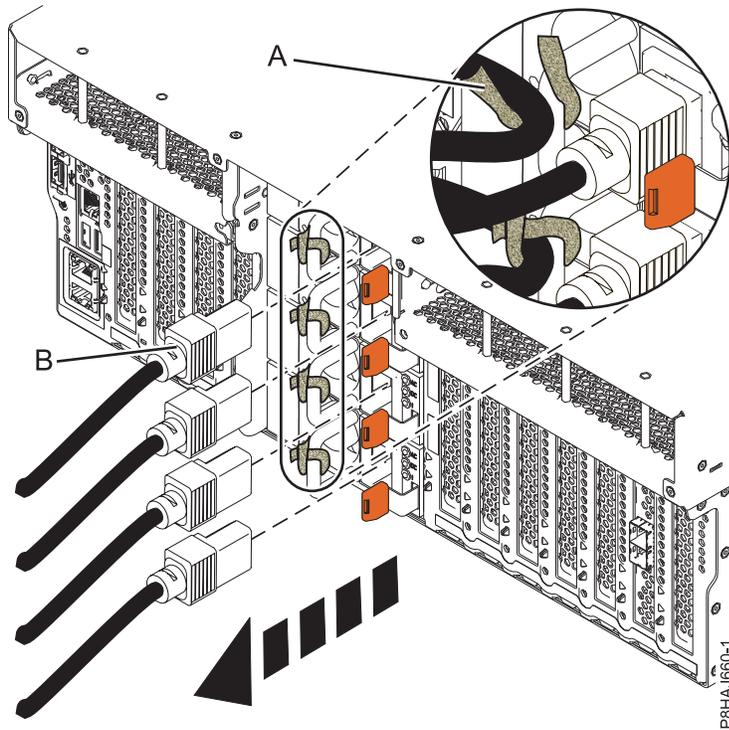
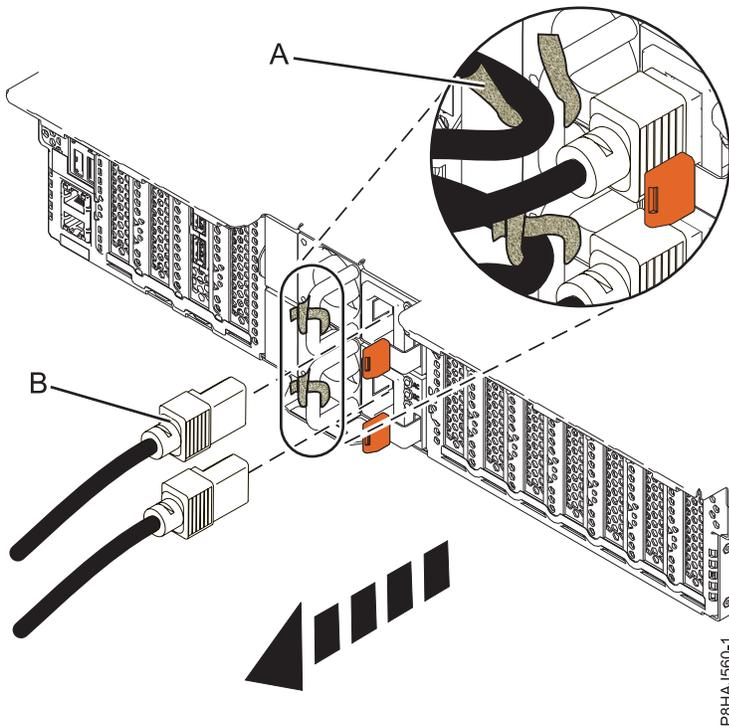
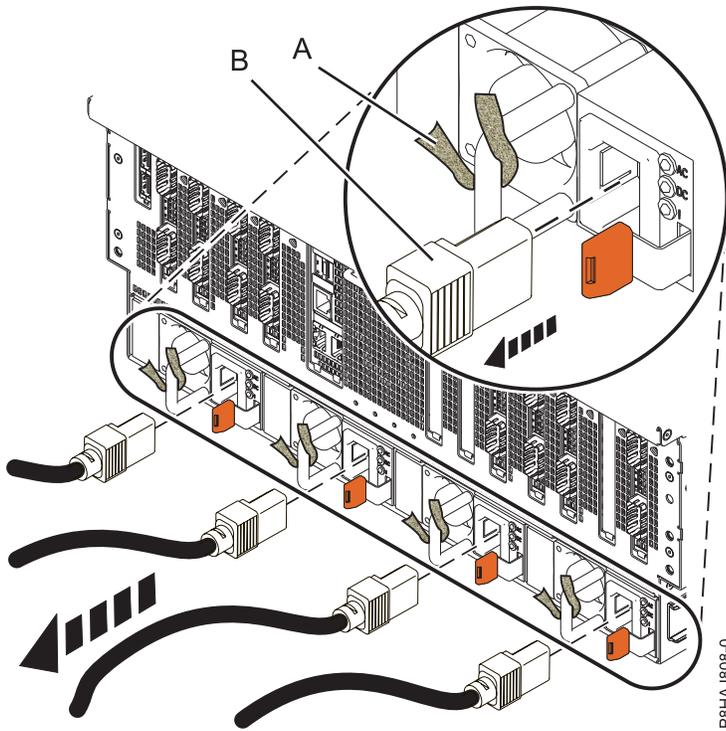

Abbildung 52. Netzkabel abziehen - System vom Typ 8247-42L, 8286-41A oder 8286-42A
Abbildung 53. Netzkabel abziehen - System vom Typ 5148-21L, 5148-22L, 8247-21L, 8247-22L, 8284-21A oder 8284-22A
Abbildung 54. Netzkabel abziehen - System vom Typ 8408-44E oder 8408-E8E
3. Ziehen Sie die Netzkabel (**B**) von der Systemeinheit ab. Siehe Abb. 52 auf Seite 69, Abb. 53 auf Seite 69 oder Abb. 54 auf Seite 70 (je nach Systemtyp).